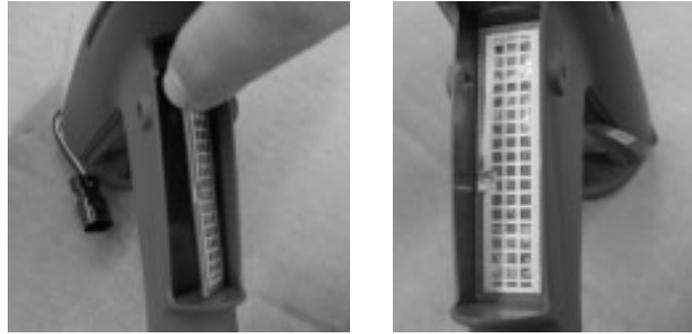

図 21 トリガースイッチの取り付け- ステップ 4
4. 図21を参照してください。スイッチから粘着剥離ライナーを剥がします。